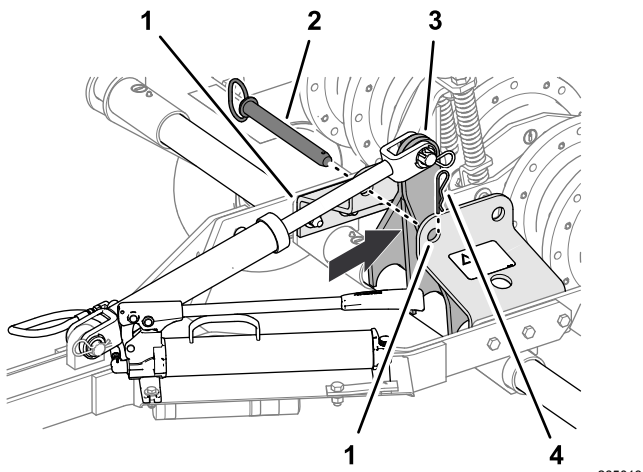

Figura 12
5. Utilice la bomba hidráulica manual, mueva el brazo de elevación (Figura 12) hacia atrás de los taladros delanteros en el soporte de la barra de bloqueo (posición de transporte).
6. Inserte el pasador de la barra de bloqueo en los taladros delanteros del soporte de la barra de bloqueo y fije el pasador de la barra de bloqueo al soporte con la chaveta (Figura 12).